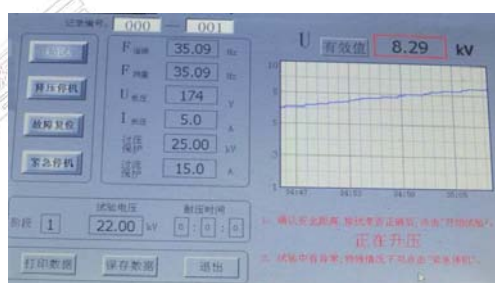

图8
(15) 找到谐振点后, 系统自动升压, 右下角提示“正在升压, 如有异常情况, 请点击“降压停机””; 显示界面如图8所示。